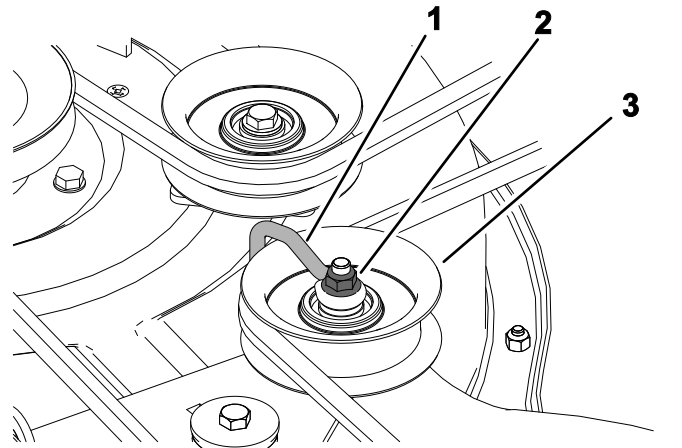

Figura 56
6. În cazul punilor cu 3 lame, slăbiți piulița care fixează cablul pe fulia rolei de ghidare (Figura 56).
Notă: Poziionai cablul pe braul rolei de ghidare, aa cum este ilustrat în Figura 56.